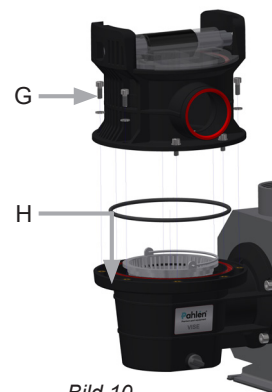

Bild 10
När displayen är låst syns bara knappen **Lås upp/backspolning** (pos. D, bild 10/11). Håll in **Lås upp/backspolning** (D) i minst 3 sekunder för att låsa upp displayen. Displayen kommer låsas automatiskt om den lämnas inaktiv i mer än 1 minut. Displayens ljusstyrka dämpas då med 1/3. Tryck snabbt på **Lås upp/backspolning** (D) för att väcka displayen och se de relevanta funktionsparametrarna.